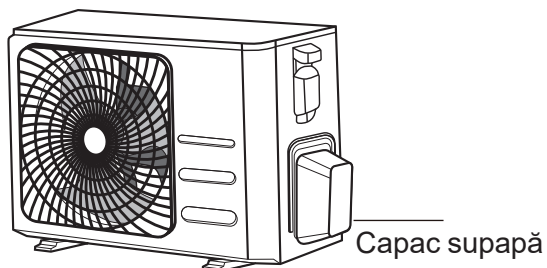

Fig. 6.9
1. Deșurubați capacul supapei ceva din lateralul unității exterioare (consultați **Fig. 6.9**).